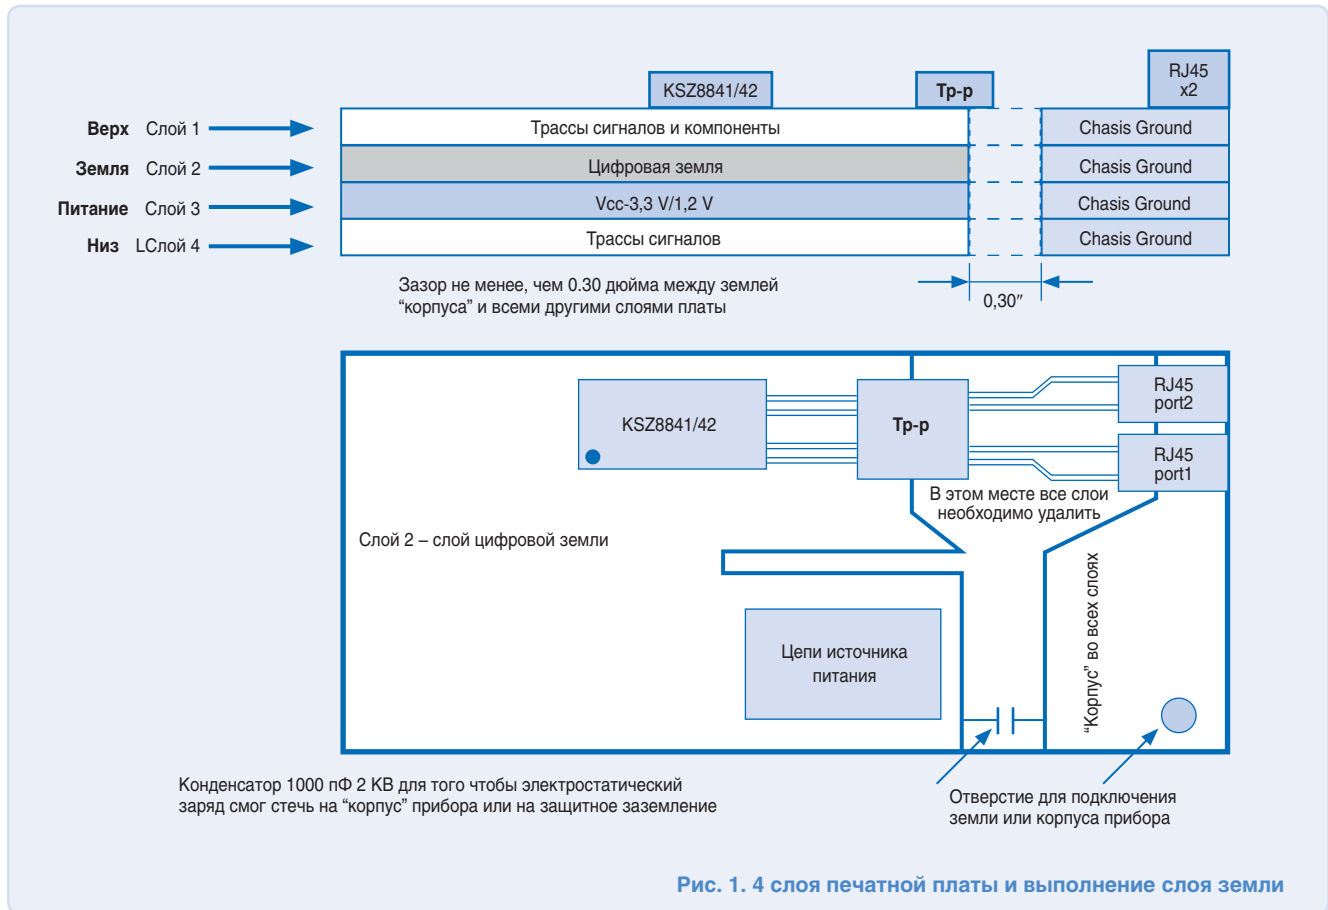

Рис. 1. 4 слоя печатной платы и выполнение слоя земли
Micrel настоятельно рекомендует использовать для высокоскоростных проектов устройств, подключаемых к ЛВС Ethernet, печатные платы, имеющие, по крайней мере, 4 слоя. Известно, что стоимость печатной платы пропорциональна площади поверхности платы и числу слоев. Типичная плата с 4 слоями выполняется так, чтобы чувствительные к быстродействию трассы сигналов и дифференциальные пары не проходили бы через переходные отверстия. Это необходимо, чтобы соединить микросхемы, расположенные на слое компонентов (верхняя поверхность платы). Второй слой – непрерывный и широкий слой земли. Аналогично слою земли выполнен и третий слой – слой питания. Четвертый, самый нижний слой – это слой, по которому проходят трассы сигналов. Эти четыре слоя и показаны на рис. 1.
1. Используйте единственную точку соединения слоя земли с корпусом прибора – шасси. Корпус прибора должен быть отделен от слоя “цифровой” земли, чтобы уменьшить EMI и вместе с тем улучшить защиту от электростатического разряда, так, как показано на рис. 1;